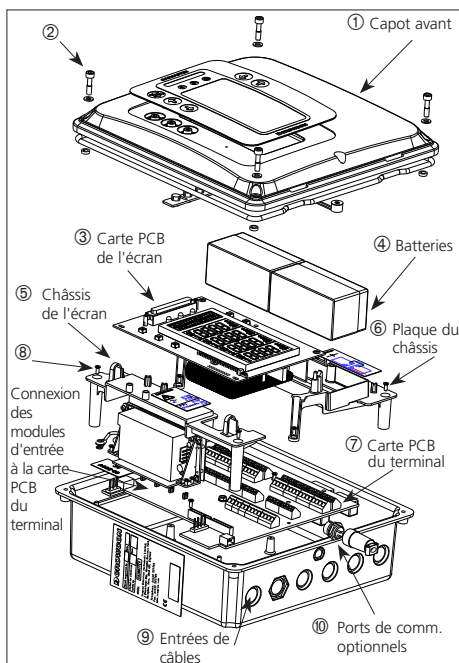
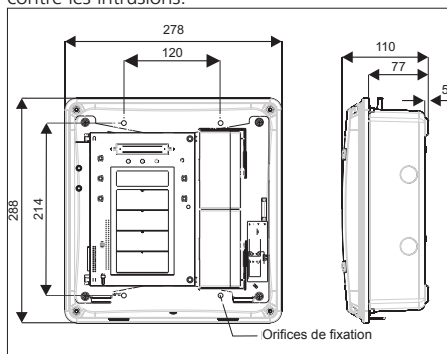

Figure 2.1 Vue explosée du Gasmaster
Figure 2.3 Vue multidimensionnelle du Gasmaster avec ses orifices de fixation
Cette section décrit comment démarrer avec un système Gasmaster 4 ou Gasmaster 1 préconfiguré pour les détecteurs fournis. Les Figures 2.1, 2.2 et 2.5 montrent la structure interne du Gasmaster.
La Figure 2.1 présente la disposition interne d'un système Gasmaster. Pour retirer le capot avant ①, dévissez les quatre vis ② et débranchez soigneusement le connecteur de sonnerie bipolaire de la carte PCB de l'écran ③. Le capot avant peut être soutenu par le boîtier, à l'aide de l'une des vis de fixation, ou complètement retiré et placé dans un endroit sûr. Deux châssis distincts soutiennent la carte PCB de l'écran avec ses batteries ③ et les batteries du système ④. La carte PCB du terminal ⑦ contient les modules d'entrée, ainsi que tous les terminaux d'entrée et de sortie. La carte PCB de l'écran ③ est connectée à la carte PCB du terminal ⑦ via un connecteur ruban à 50 voies. Elle est fixée par une charnière du côté gauche qui permet de la déplacer pour accéder aux terminaux d'entrée du détecteur. La plupart des terminaux sont accessibles une fois que la carte PCB de l'écran a été déplacée et les piles retirées. Si nécessaire, les deux châssis peuvent être retirés pour faciliter l'accès aux terminaux. Pour retirer le châssis de l'écran, commencez par débrancher soigneusement le connecteur ruban de sa carte PCB. Il convient d'être très prudent en réinstallant la carte PCB de l'écran afin de ne pas endommager le connecteur ou le câble ruban.
La Figure 2.3 fournit une vue multidimensionnelle du Gasmaster. Pour accéder aux points de fixation, commencez par retirer le capot avant en dévissant les vis ② de la Figure 2.1. Retirez soigneusement le connecteur de sonnerie de la carte PCB de l'écran. Le capot doit être placé à un emplacement sûr. Il est recommandé de placer le Gasmaster à la main à l'emplacement souhaité et d'utiliser un crayon pour marquer les emplacements des orifices de montage.